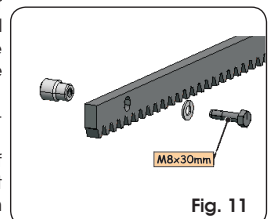
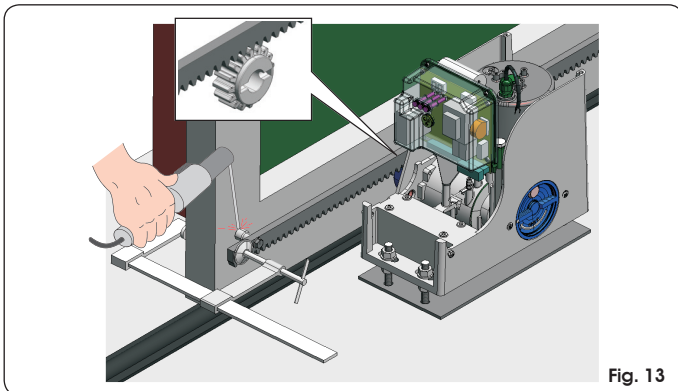

Fig. 11
Fig. 13
5.4.1. ZAHNSTANGE AUS STAHL FÜR DIE VERSCHWEISSUNG (Abb. 11)
- ① Die drei Gewindestifte auf das Element der Zahnstange montieren und im oberen Teil des Langlochs positionieren. Auf diese Weise ermöglicht das Spiel des Langlochs im Laufe der Zeit die eventuellen Einstellungen.
- ② Den Flügel mit der Hand in die Öffnungsposition schieben.
- ③ Das erste Stück der Zahnstange bündig auf dem Ritzel auflegen und den Gewindestift am Tor Festschweißen, laut Angaben in Abb. 13.